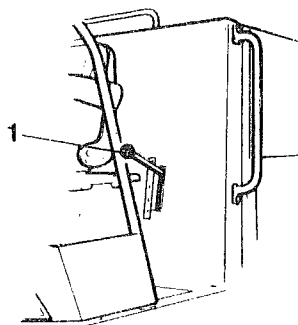

Fig. 10 Poste de conduite
- 1 Avec la tirette d'accélération (11) régler le régime du moteur diesel à 2400 tr/min. Le réglage de précision se fait en tournant comme suit:
- 3 Placer le levier de vitesse (1), fig. 10, en position désirée - voir la décalque.